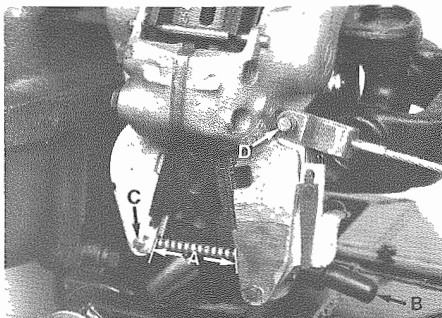

Fig. 2 - A - Distanza - Distance
- Nel caso sia necessario registrare la distanza A tra ganasce freno a mano (**Fig. 2**) operare come segue:
- Should it be necessary to adjust distance A (**Fig. 2**) operate as follows:
- Estrarre la copiglia C (**Fig. 2**) e sfilare il perno; allargare le ganasce.
- Take out clip C (**Fig. 2**) and withdraw pin; move away brake shoes.